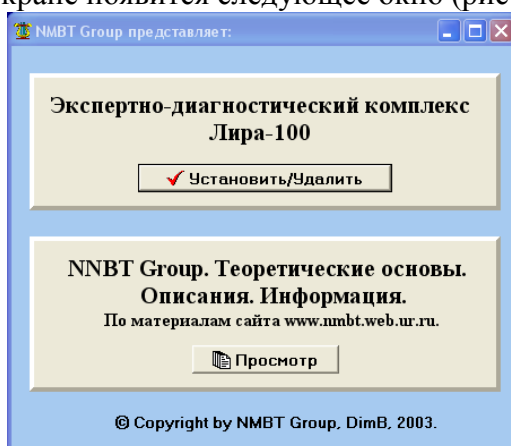

Рис. 8 Установка программы.
8.2. Установка программного обеспечения производится с установочного CD-диска, входящего в комплект поставки. Поместите установочный диск в CD-привод компьютера, после чего на экране появится следующее окно (рис.8):